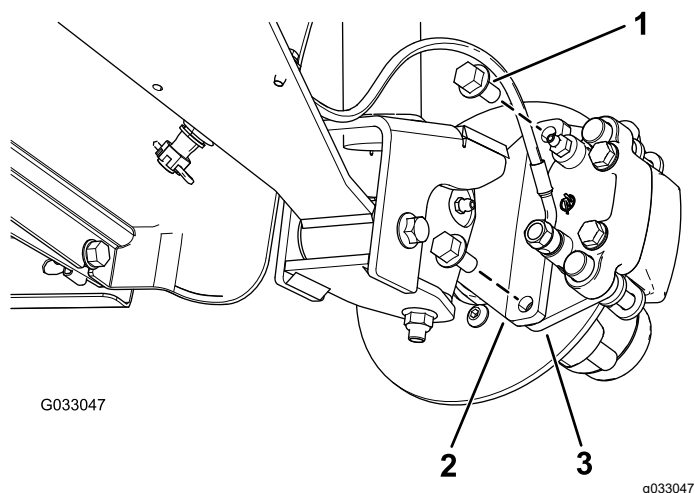

Figure 34
3. Retirez les boulons à embase ($\frac{3}{8} \times \frac{3}{4}$ po) qui fixent le support du frein à la fusée et séparez le frein de la fusée (Figure 34).
2. Placez les plaquettes de frein de chaque côté du disque (Figure 34), puis alignez les trous du support d'étrier et les trous du support de frein sur le porte-fusée (Figure 38).
3. Fixez le support d'étrier au porte-fusée (Figure 34) à l'aide des 2 boulons à embase ($\frac{3}{8} \times \frac{3}{4}$ po).